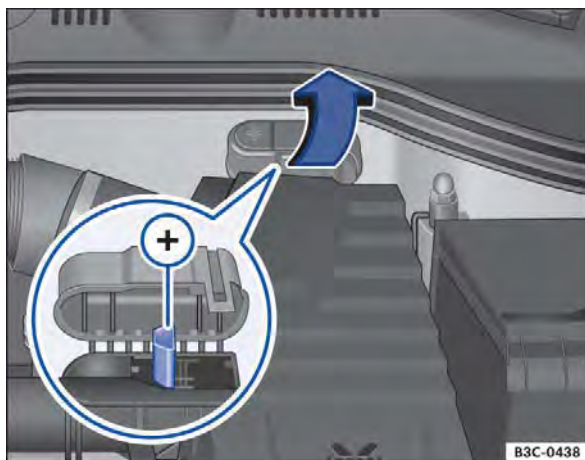

Fig. 256 No compartimento do motor: ponto de auxílio à partida (+).
- Se necessário, abrir a cobertura da bateria no compartimento do motor ⇒ Página 326 ou dobrar a capa do ponto auxiliar de partida ¹⁾ para o lado no sentido da seta ⇒ Fig. 256.
- Conectar uma extremidade do cabo auxiliar de partida *vermelho* ao polo positivo ⇒ Fig. 257 (+) ou ⇒ Fig. 256 (+) do veículo com a bateria do veículo descarregada ① ⇒ ⚠.
- Conectar a outra extremidade do cabo auxiliar de partida *vermelho* ao polo positivo (+) da bateria do veículo fornecedora de corrente ②.